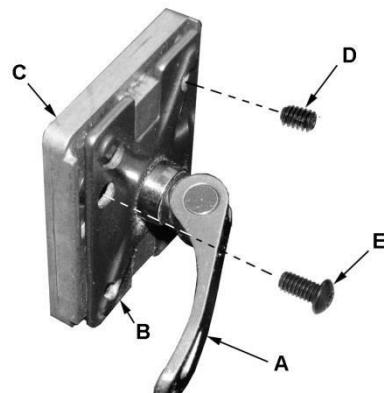

Рис. 22
- Используя 3 мм шестигранный ключ, крутите любой из четырех установочных винтов (D, Рис. 22) доступных через отверстия, расположенные в углах через плавающий блок зажимов (E ,рис. 22).